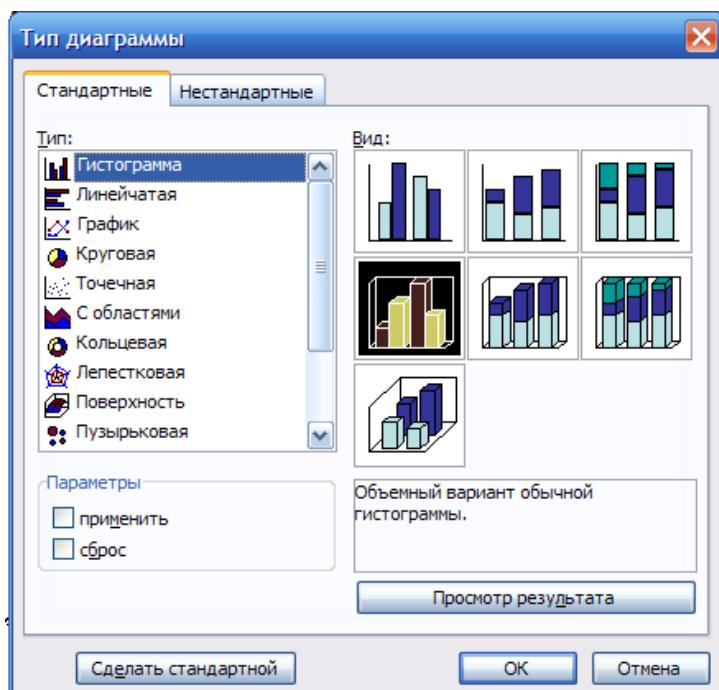

Рис. 6. Діалогове вікно Тип діаграм
3. Клацніть на елементі слайда лівою кнопкою, в якому повинна розміщуватися діаграма. Відкрийте діалогове вікно **Тип діаграм** (**Chart type**), наведене на рис. 6.